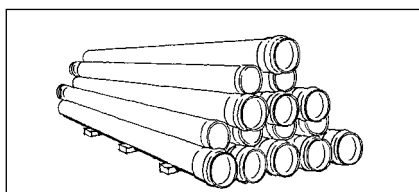

Рис. 8.
3. Связки труб и нескрепленные трубы следует хранить на устойчивом основании. Нескрепленные раструбные трубы следует укладывать попеременно раструбами и гладкими концами, чтобы исключить опору труб на раструбы (Рис. 8).